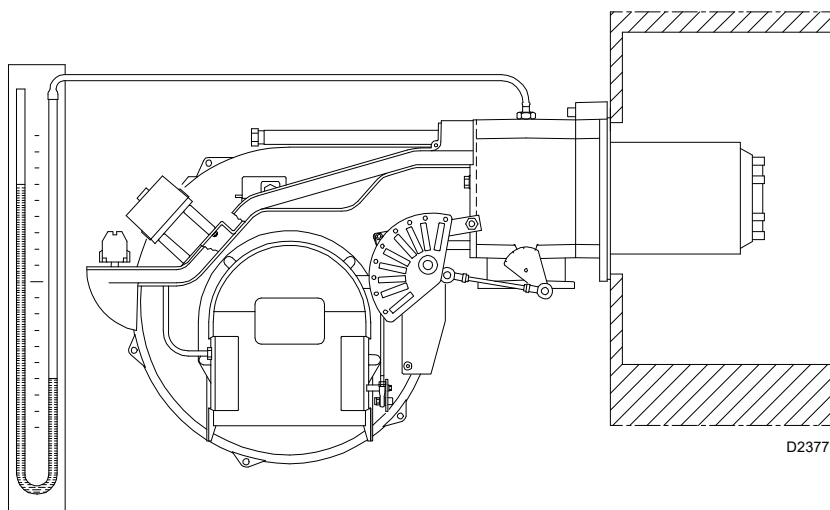

Fig. 25
- Sfiatare l'aria dalla tubazione della rampa gas, collegando un tubo in plastica sulla presa di pressione 1)(Fig. 25) del pressostato gas di minima.
- Montare un manometro a U (Fig. 25) sulla presa di pressione del gas del manicotto. Serve a ricavare approssimativamente la potenza MAX del bruciatore mediante le Tab. J a pag. 22.
L'arrivo del gas al manicotto è evidenziato dal manometro ad U (Fig. 25 a pag. 26).